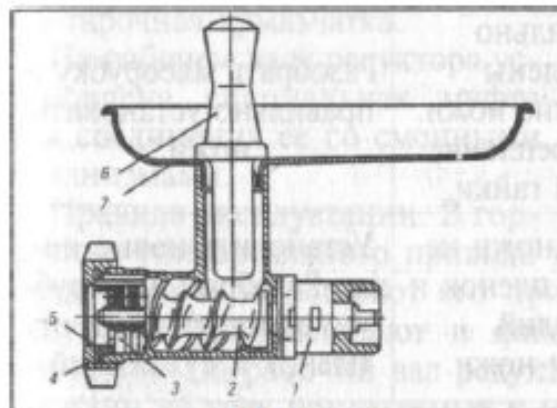

Рис. 2-4. Мясорубка МС2-70.
**Мясорубка МС2-70 (рис. 2.4).** Механизм предназначен для приготовления мясного или рыбного фаршей. Она состоит из корпуса, шнека, набора ножей и решеток, а также загрузочной тарелки с толкачем.